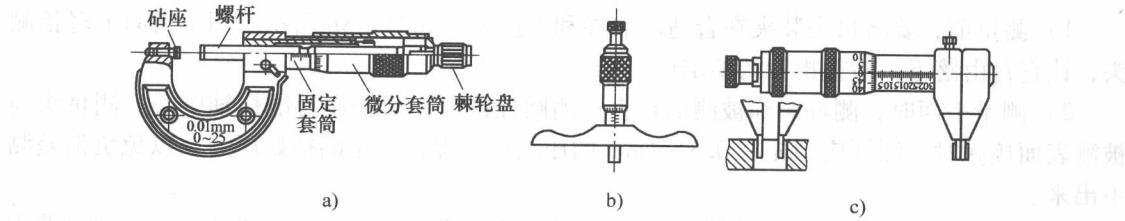

图 2-6 千分尺
1. 千分尺的刻线原理 图 2-6 所示为测量范围 0 ~ 25mm 的外径千分尺。弓架左端有固定砧座，右端的固定套筒轴线上刻有一条中线（基准线），上下两排刻线互相错开 0.5mm，形成主尺。微分套筒左端圆锥面上刻有 50 等分的圆周刻线，形成副尺。微分套筒转动一圈，带动螺杆一同沿轴向移动 0.5mm。因此，微分套筒每转动一格，螺杆沿轴向移动 0.01mm。